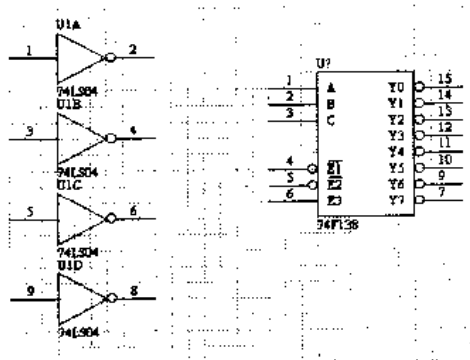
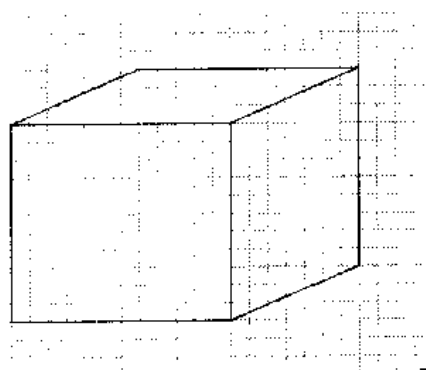

图 4-76
图 4-77
2. 设计一个简单的电路图。其原理图的放置与设置如图 4-76 和图 4-77 所示。
3. 用 4-5 节所讲的方法，绘制如图 4-76 和图 4-77 的图形。